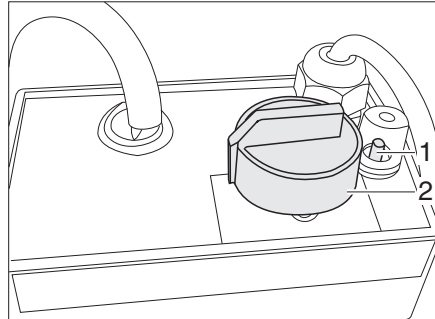

Bild 219 Regler für elektrische Fußbodenerwärmung
- Den Drehregler (Bild 219,2) auf die gewünschte Heizstufe drehen.
- Den Drehregler (Bild 219,2) auf Stellung "0" drehen.
Wenn der Regler überlastet wird, spricht der Überlastungsschutz an. Der Stift (Bild 219,1) springt heraus.
- Den Stift (Bild 219,1) am Überlastungsschutz eindrücken, wenn der Regler abgekühlt ist.